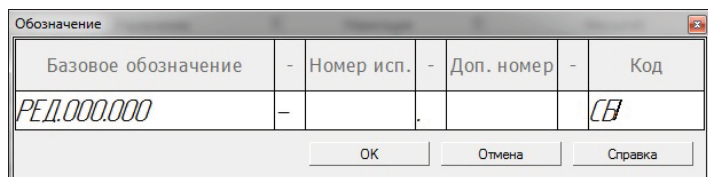

Рис. 15.9. Диалоговое окно **Обозначение**
- для перемещения курсора в раздел **Обозначение** нажмите дважды клавишу <Tab> — появится диалоговое окно **Обозначение** (рис. 15.9), где в графе **Базовое обозначение** вводится десятичный номер сборочного чертежа. Обратите